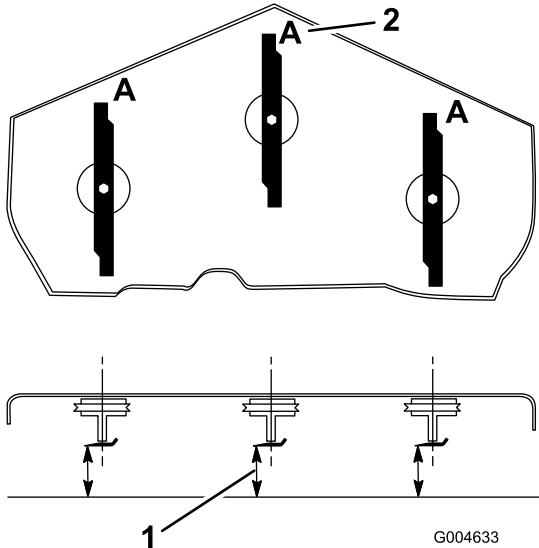

Figura 66
3. Gire las cuchillas hasta que los extremos estén orientados hacia adelante y hacia atrás (Figura 66). Mida desde una superficie nivelada hasta el filo de corte, posición A, de las cuchillas (Figura 66). Anote esta dimensión.